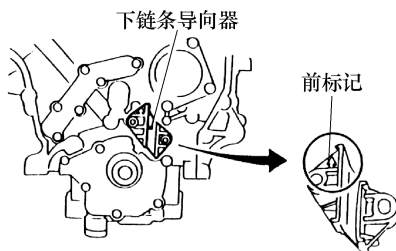

图 3-115 安装下链条导向器
3) 将下链条导向器安装在定位销上，导向器上的前向标记向上，如图 3-115 所示。